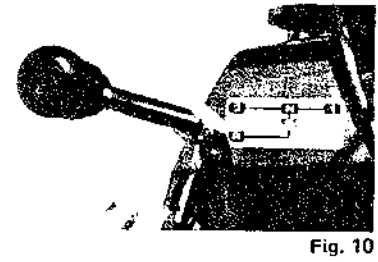

Fig. 10
- b) Mettre le levier de vitesses au point mort. (Fig. 10)